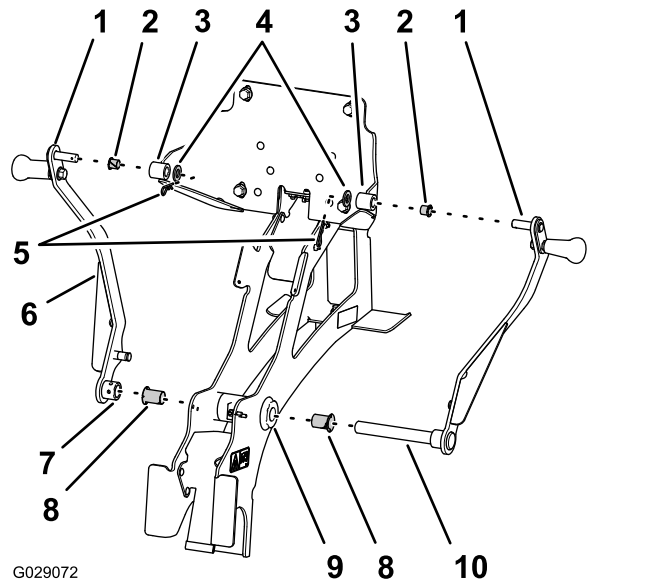

Figura 6
1. Introduceți o bucă cu flană (diametru interior $\frac{3}{4}$ inch) în fiecare capăt al tubului pivotului din cadrul suport principal (**Figura 6**).
- Introduceți o bucă cu flană (diametru interior 1/2 inch) în butucii stânga și dreapta ai plăcii spate (Figura 6).
3. Asamblai fusul de basculare inferior al braului de susinere drept prin buca cu flană din partea dreaptă a tubului pivot i pivotului (Figura 6).
4. Asamblai fusul de basculare superior al braului de susinere drept prin butucul din dreapta al plăcii spate (Figura 6).
5. Fixai fusul de basculare superior pe placa spate cu o aibă (½ inch) i o agrafă (Figura 6).
6. Asamblai butucul braului de susinere stâng peste capătul fusul de basculare superior inferior al braului de susinere drept care iese în afară în stânga bucei cu flană stânga în tubul pivot (Figura 6).
7. Asamblai fusul de basculare superior al braului de susinere stâng prin butucul din stânga al plăcii spate (Figura 6).
8. Fixai fusul de basculare superior al braului de susinere stâng pe placa spate cu o aibă (½ inch) i o agrafă (Figura 6).